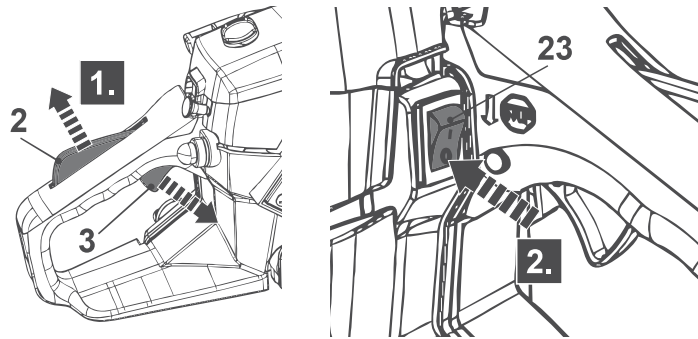

Fig. 26
1. Suelte el bloqueo del acelerador (2) y el gatillo del acelerador (3) y deje que el producto funcione al ralentí durante 10-15 segundos (Fig. 26, paso 1).
2. Coloque el interruptor de encendido (23) en la posición "0" (apagado) (Fig. 26, paso 2).